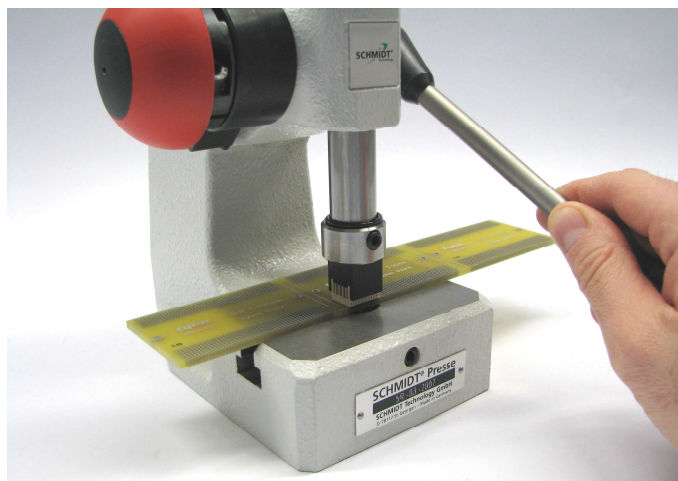

Abbildung 8
4. Um die Messerleiste einzupressen, wird der Handhebel bis zum voreingestellten Anschlag betätigt (siehe Abbildung 8).